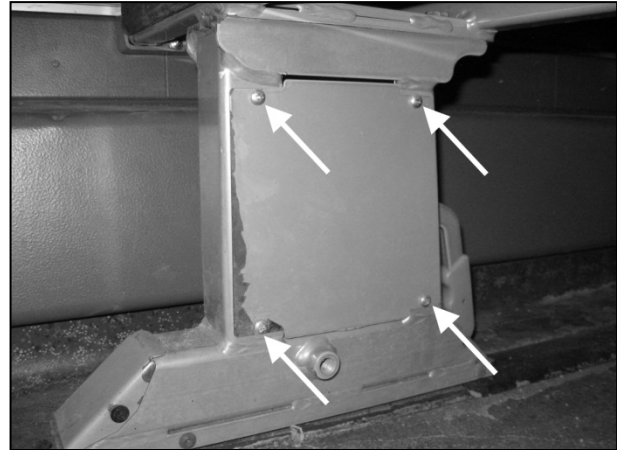

FIGURE 7 : ACCES AUX ECROUS ARRIERE (SIEGE COTE RUE)
4. Retirer le panneau d'accès (4 vis) pour accéder aux écrous arrière (fig. 7).
12. Reposer les panneaux d'accès (fig. 7).